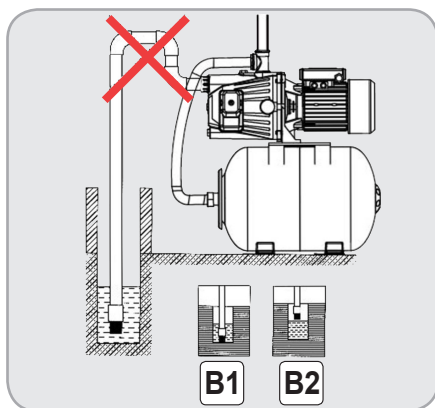

Fig.4
- **Incorectă** - vezi Fig.4.
Sorbul de admisie (10) trebuie amplasat vertical și la 30 cm de fundul apei pentru a evita aspirarea de impurități, nisipuri sau pietre (Fig.4 B1).
Dacă hidroforul preia apa din puțuri sau bazine, trebuie să controlați scăderea nivelului apei în timpul funcționării. Dacă sorbul de admisie ajunge deasupra suprafeței apei (Fig.4 B2), hidroforul va funcționa în gol și trebuie oprit.